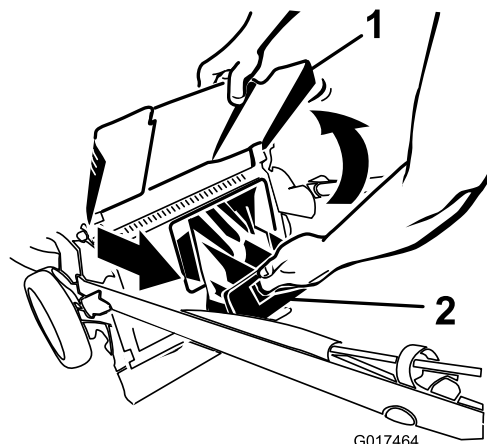

Figura 25
2. Levante y sujete el deflector de descarga (Figura 25).
3. Saque el tapón de descarga trasera (Figura 25).